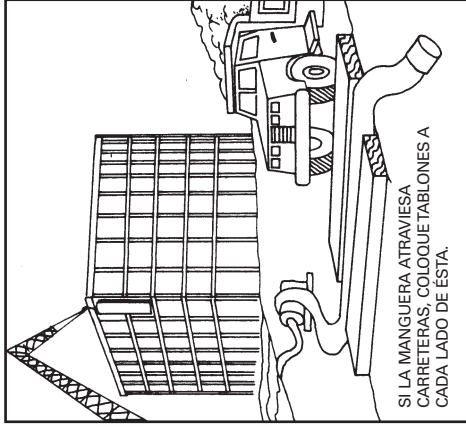

FIGURA 2
**D. Si es necesario que la manguera flexible atraviese una carretera, protéjala con las debidas tablas.** La presión de cierre instantánea que ocurre cuando un vehículo atraviesa corriendo por encima de una manguera sin protección causará un "golpe hidráulico" en el sistema. Este golpe puede averiar la bomba o la manguera. Observe la figura 2.